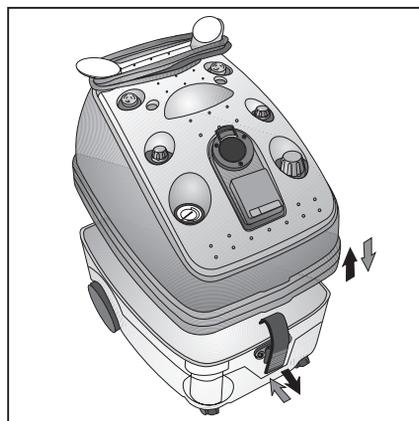

Fig. 6
- Riposizionare la parte superiore della macchina sul serbatoio di recupero nel verso indicato (Fig. 6)
- Agganciare i ganci di chiusura (F) accertandosi che le due parti combacino perfettamente.